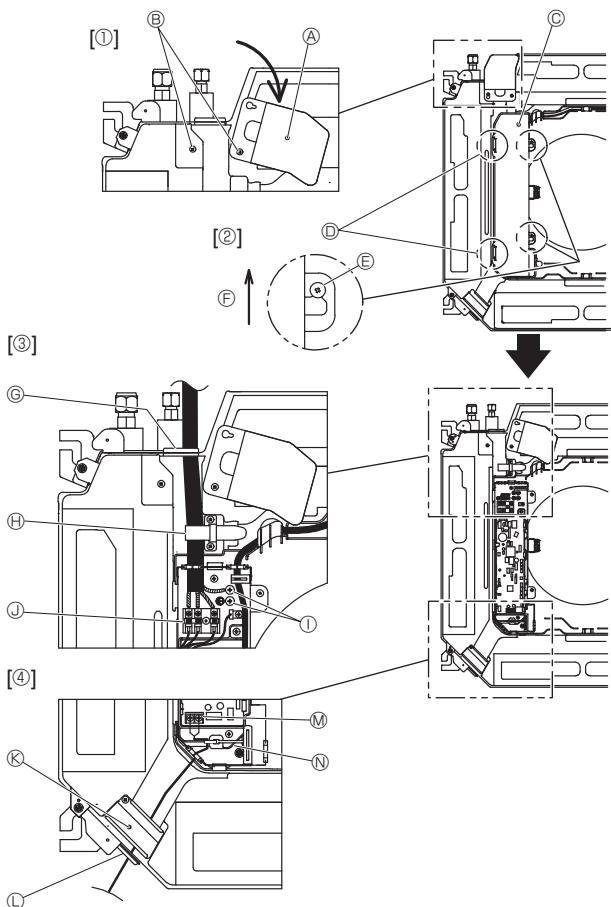
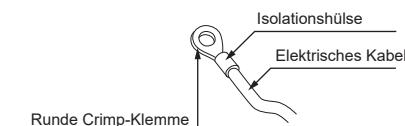
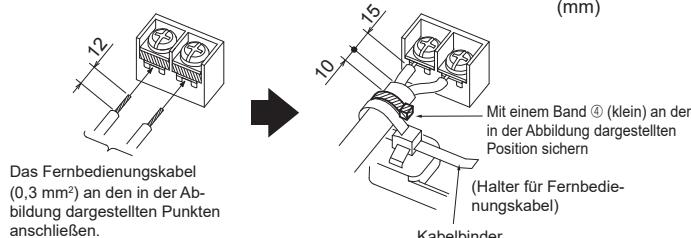

Fig. 6-1
Fig. 6-2
Fig. 6-3
6.1. Innenanlage (Fig. 6-1)
- Die beiden Befestigungsschrauben der Kabelblende lösen und dann die Kabelblende drehen. [Fig. 6-1 ①]
- Die beiden Befestigungsschrauben des Elektrokastendeckels lösen und dann den Deckel verschieben. [Fig. 6-1 ②]
- Führen Sie das Netzkabel, das Verbindungskabel für Innen-/Außengerät und den Erdleiter durch die Verdrahtungseingänge in der Abbildung. [Fig. 6-1 ③] Bringen Sie den Ummantelungsabschnitt des Netzkabels und des Verbindungs-kabels für Innen-/Außengerät im Elektrokasten unter. Verwenden Sie runde Crimp-Klemmen für die Innengerät-Außengerät-Verbindungs-klemme und den optionalen Bausatz für die Netzanschlussklemmen. [Fig. 6-2] Wenn Sie keine runden gecrimpten Anschlüsse verwenden können, siehe Fig. 6-3 bis 6-6. Zur Verbindung siehe 6.1.1. und 6.1.2.
- Das Fernbedienungskabel durch die in der Abbildung gezeigten Verdrahtungsein-gänge führen und anschließen. [Fig. 6-1 ④, Fig. 6-3] Zur Verbindung siehe 6.1.1. und 6.1.2.